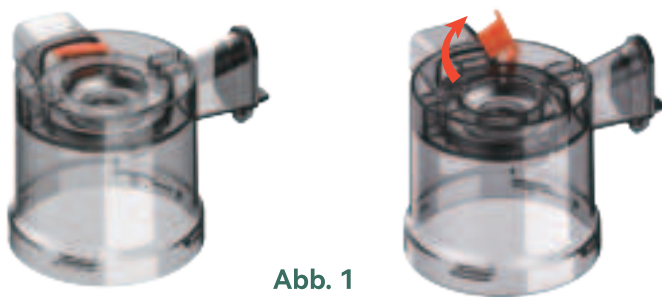

Abb. 1
1. Bitte reinigen Sie das Silikonventil unter der Entsaftungsschüssel. Ziehen Sie das Silikonventil wie in (Abb. 1) unten gezeigt heraus, um den Trester leicht zu entfernen, und spülen Sie es unter fließendem Wasser ab.